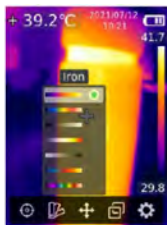

Fig. 2
2. Utilisez les boutons  et  pour parcourir la liste des palettes de couleurs (Fig. 2).